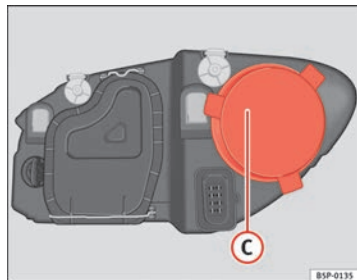

Fig. 167 Feux de route
- Retirez le cache ⇒ fig. 167 ① en tirant dessus.